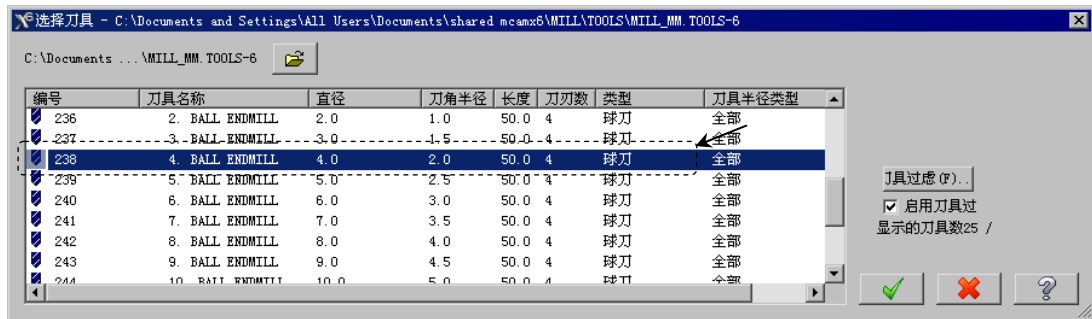

图 4.16 “选择刀具”对话框
(2) 选择刀具。在“曲面精加工残料清角”对话框中单击 **选择刀库** 按钮，系统弹出图 4.16 所示的“选择刀具”对话框，在该对话框的列表框中选取图 4.16 所示的刀具。单击 按钮，关闭“选择刀具”对话框，系统返回至“曲面精加工残料清角”对话框。